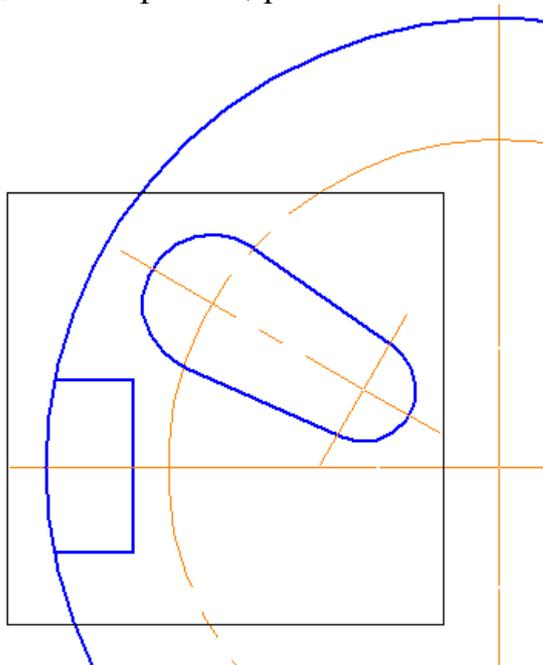

Рис. 68
6. Для выполнения копирования по окружности необходимо выделить элементы рамкой. В меню: **Выделить – Рамкой**  и укажите рамкой элементы, которые будете копировать, рис. 68.